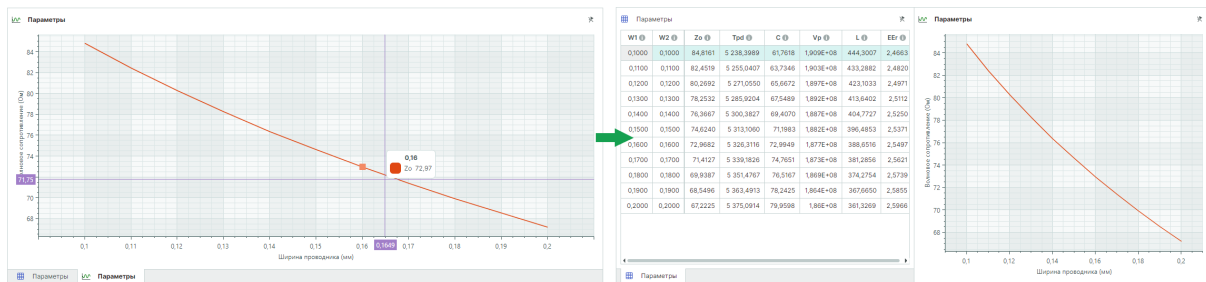

Рис. 62 Пример расположения вкладки
- Графики доступны в отдельной вкладке, расположение которой можно изменять при помощи навигационных кнопок, см. Рис. 62.